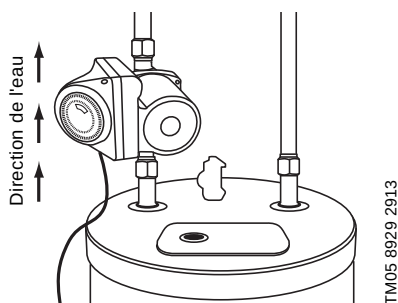

Fig. 2 Installation du circulateur sur la sortie du chauffe-eau
4. Installer le circulateur sur la sortie du chauffe-eau, en utilisant le raccord femelle 3/4 po et le joint fourni sur le circulateur. Vérifier que l'arbre du circulateur est horizontal. Installer le circulateur de manière à ce qu'il pompe depuis le chauffe-eau vers l'habitation. Se référer à la flèche sur le côté du corps du circulateur. S'assurer que le circulateur ne touche pas le conduit d'évacuation (cheminée) du chauffe-eau alimenté au gaz ou au mazout. Voir fig. 2.